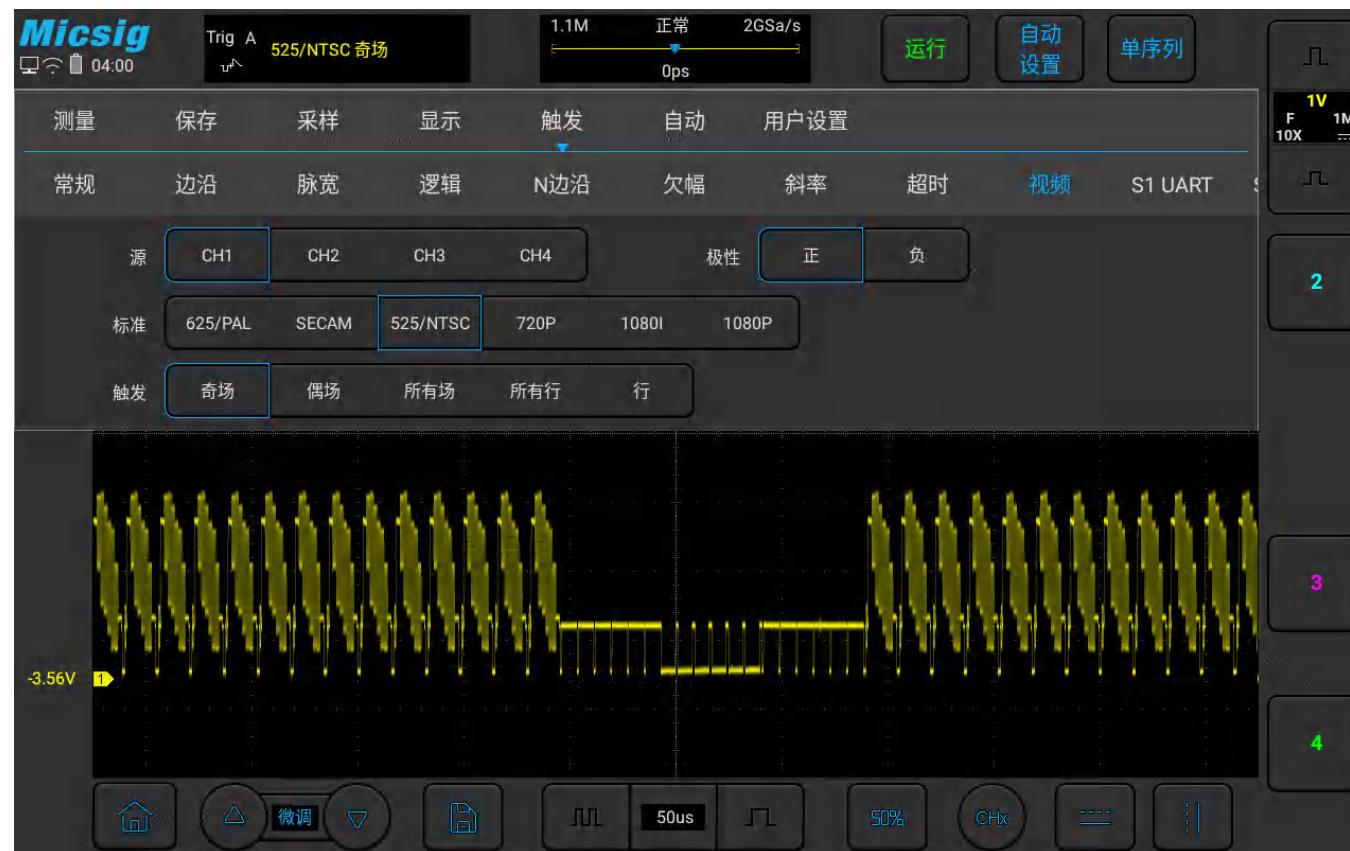

图5-30 视频触发
- 1) 打开触发菜单，轻点“触发”打开触发菜单，在触发类型中选择视频触发，对视频触发进行如下设置，见图 5-30：